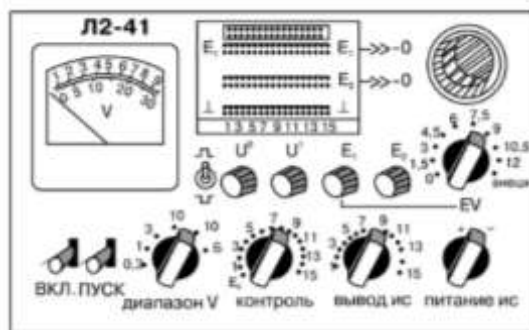

Рисунок 26 - Изображение лицевой панели испытателя Л1-42
1. Пример применения испытателя Л2-41 (рис. 26) для составления программы испытаний и проверки микросхемы К561ЛА7.